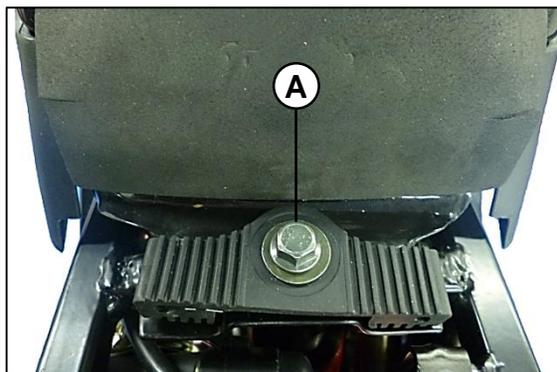

Fig.11
Retire el tornillo (A) que fija el tanque al chasis, y tenga presente la conexión eléctrica del sensor y el ajuste de las mangueras de la llave al carburador, para evitar derrames. Fig.11